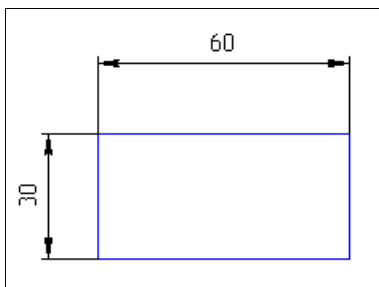

Рис. 24.15. Эскиз для создания поверхности
- ◆ в Дереве модели выделите элемент **Плоскость XY** и создайте на ней эскиз, как на рис. 24.15. Закройте эскиз;